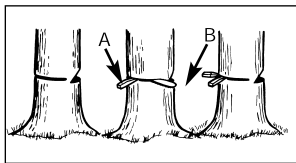

Рис. 11С
**ПРЕДУПРЕЖДЕНИЕ:** Когда валочный распил приблизится к штырю, дерево должно начать падать. Как только дерево начнет падать, выньте пилу из прореза, заглушите двигатель, отложите пилу в сторону и быстро отойдите в заранее намеченную сторону (Рис. 11А).